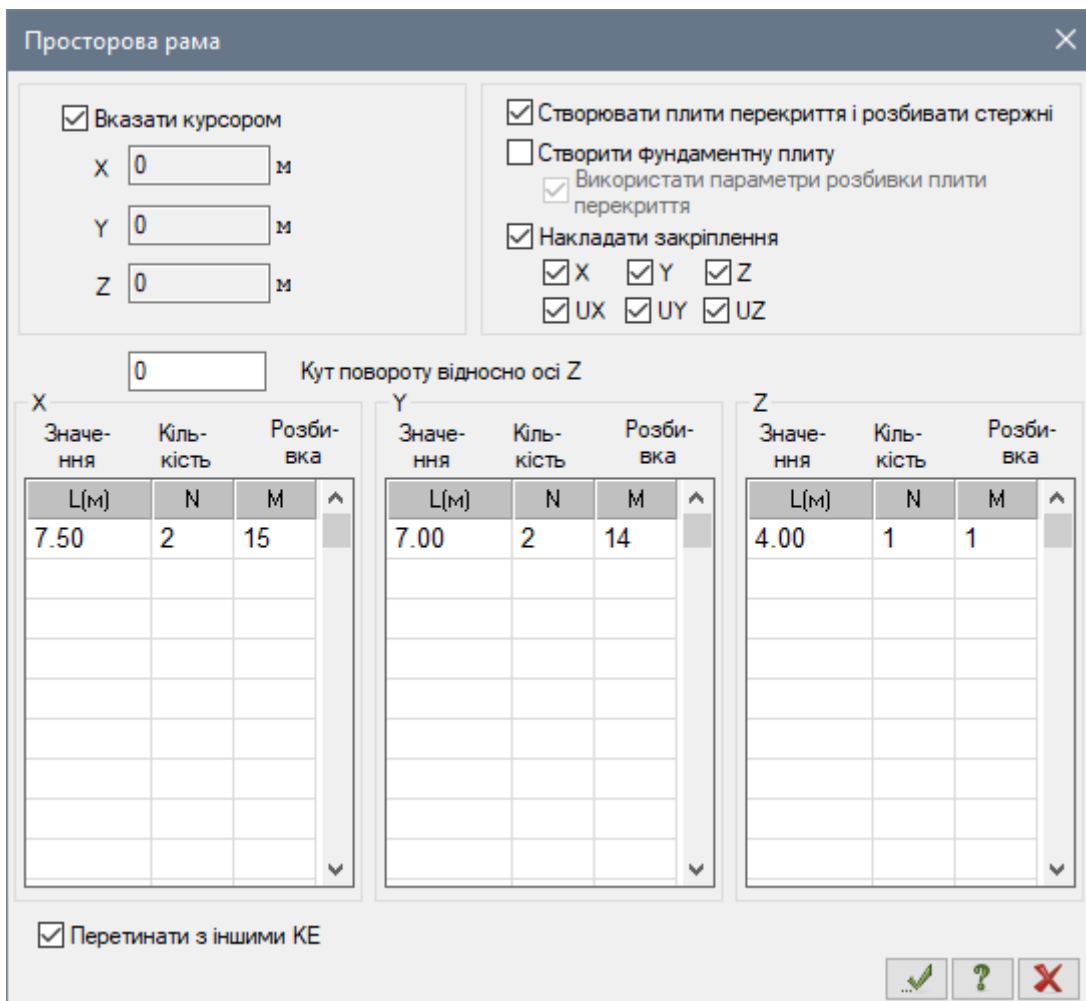

Рис. 21.2. Діалогове вікно Просторова рама
- У цьому діалоговому вікні задайте наступні параметри просторової рами (рис. 21.2):